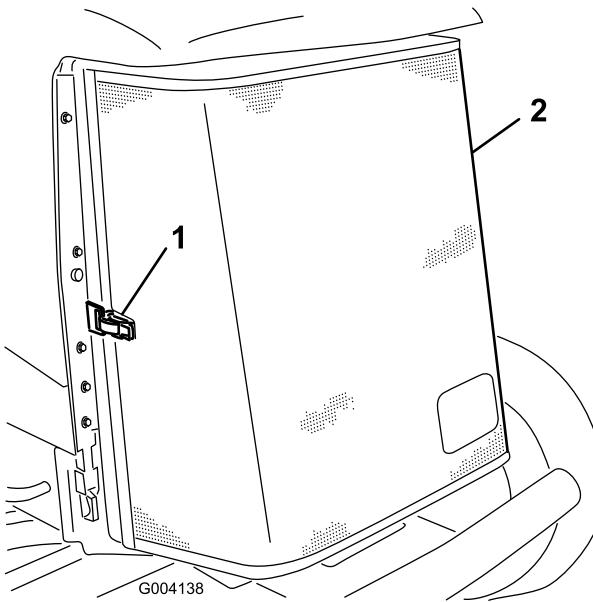

Figure 71
3. Déverrouillez l'attache et ouvrez la grille arrière (Figure 71).